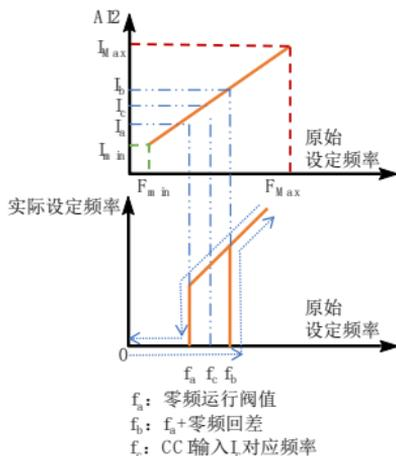

图 5-7 零频回差运行
■ 这两个功能码用于设定零频回差控制功能。以模拟量 AI2 电流信号给定通道为例, 见图 5-7: